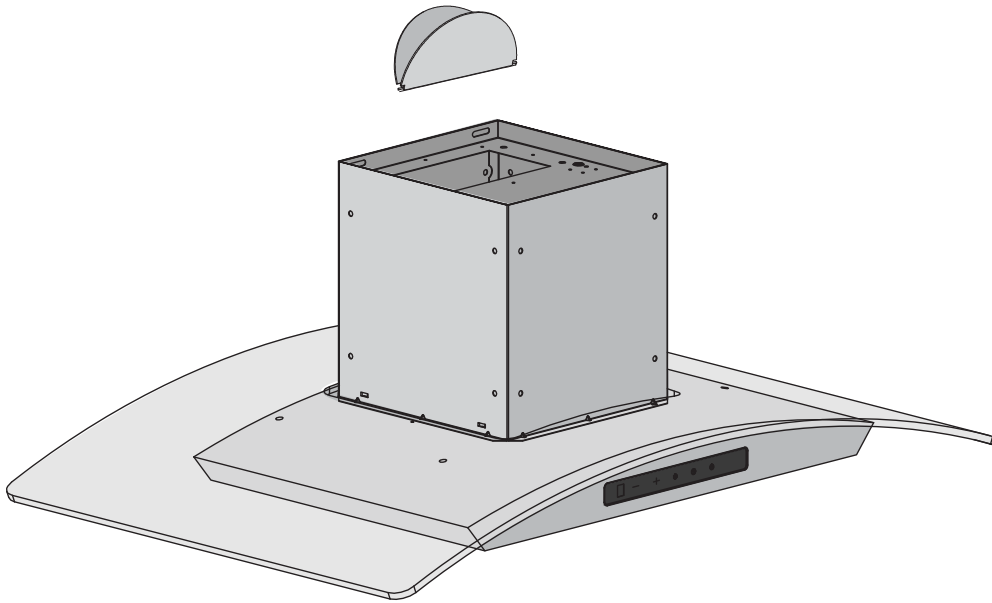

Figure 3
- Attachez le volet de registre sur le dessus de la hotte (voir Figure 3).